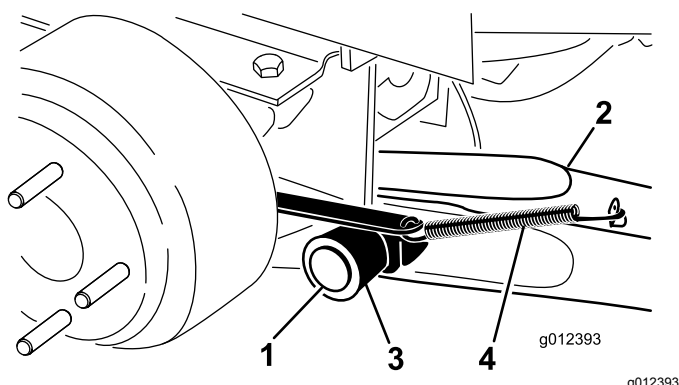

図 3
4. ピボットピン 1 本、コッターピン 1 本を使って、ピボットブラケットに昇降アームを取り付ける図 3。昇降アームを、曲がった部分が外側を向くようにして取り付ける。
5. ブレーキリターンズプリングを昇降アームのタブ引っ掛ける図 3。